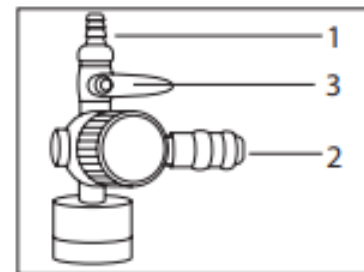

Рис. 4
9. Благодаря конструкции компрессора, Вы можете подключать одновременно два инструмента. На выходе из компрессора предусмотрены штуцера двух типов: «елочка» (Рис. 4, п. 1) и быстросъемный (Рис. 4, п. 2).
К инструменту, подключенному к быстросъемному штуцеру, воздух поступит автоматически. Для подачи давления к инструменту, подключенному к штуцеру типа «елочка», откройте шаровой кран (3) (Рис.4). Рабочее давление на выходе может изменяться непосредственно в процессе работы регулятором. Также можно отрегулировать расход воздуха отдельно только у инструмента, подключенного к штуцеру типа «елочка» посредством регулировки положения крана (3) (Рис.4). **ПРИМЕЧАНИЕ!** При работе одновременно двумя инструментами следует помнить, что давление в обоих инструментах будет одинаковым, а расход воздуха будет распределяться пропорционально соотношению проходных сечений инструментов или выходных штуцеров в случае регулирования расхода воздуха краном, т.е. при увеличении расхода воздуха через штуцер (1) (Рис.4) будет уменьшаться расход воздуха через штуцер (2) (Рис.4)., и наоборот.
- к штуцеру типа «елочка» – закройте кран (3) (Рис.4), ослабьте хомут (если установлен), смените шланги инструмента, снова затяните хомут и откройте кран, установив необходимый расход воздуха; - к быстросъемному штуцеру – просто отсоедините ненужный более инструмент и подсоедините необходимый.
3. Снизьте давление до 1 бар, открыв штуцер «елочка» (1) (Рис.4).